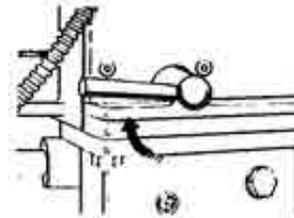

Fig. 10
- f) Ponga en funcionamiento el avance longitudinal automático de la mesa. (Fig. 10).